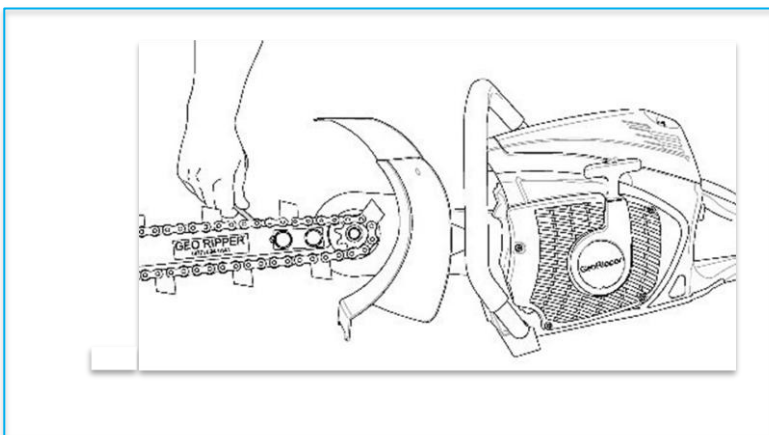

Fig.12
9. De l'autre côté de la barre, insérez un tournevis à extrémité plate dans la fente de tension de la barre et utilisez comme levier pour tendre la chaîne (Fig.12)